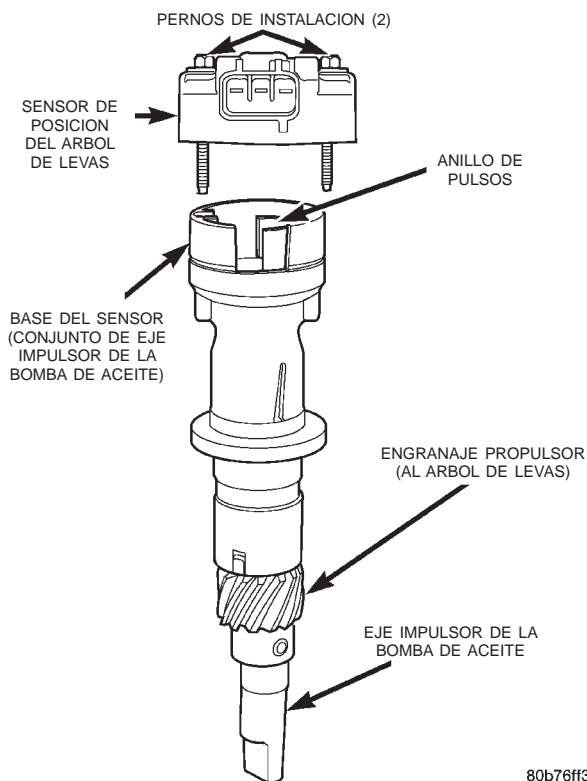
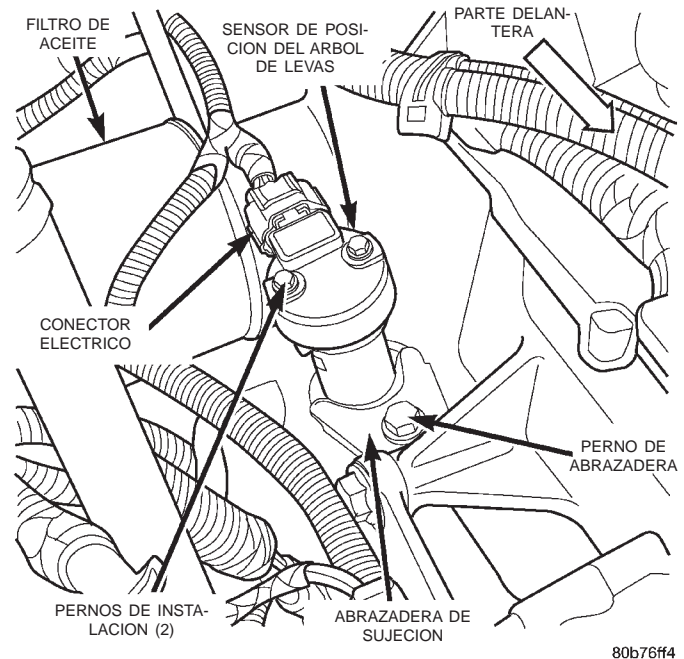

Fig. 32 CMP y eje impulsor de la bomba de aceite—motor 4.0L
Fig. 33 Localización de CMP—motor 4.0L
El sensor de posición del árbol de levas (CMP) en el motor 4.0L de 6 cilindros está empernado en la parte superior del conjunto del eje impulsor de la bomba de aceite (Fig. 32). El el conjunto del eje impulsor y sensor está situado en el lado derecho del motor, cerca del filtro de aceite (Fig. 33).
- (1) Desconecte el conector eléctrico en el sensor de CMP (Fig. 33).
- (2) Retire los 2 pernos de instalación del sensor (Fig. 32) o (Fig. 33).
- (3) Retire el sensor del impulsor de la bomba de aceite.
(1) Desconecte el conector eléctrico del sensor de CMP (Fig. 33).
(2) Retire los 2 pernos de instalación del sensor (Fig. 32) o (Fig. 33).
(3) Retire el sensor del impulsor de la bomba de aceite.
(4) Antes de continuar con el paso siguiente, marque y tome nota de la posición rotacional del impulsor de la bomba de aceite con respecto al bloque del motor. Una vez instalado, el sensor de CMP debe quedar mirando hacia la parte trasera del motor 0°.
(5) Retire el perno de sujeción y la abrazadera (Fig. 33).
(6) Mientras extrae el conjunto del motor, tome nota de la dirección y posición del anillo de pulsos (Fig. 32). Una vez efectuado el desmontaje, mire en el interior de la parte superior de la bomba de aceite y tome nota de la dirección y posición de la escotadura en la parte superior del engranaje de la bomba de aceite.
(7) Retire y deseche la junta usada entre el impulsor de la bomba de aceite y el bloque del motor.